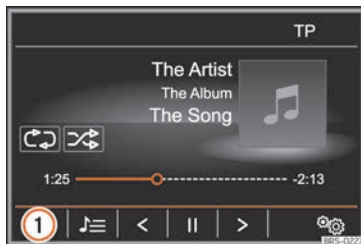

Abb. 212 Hauptmenü MEDIA.
- Im Hauptmenü **MEDIEN** die Funktionsfläche » Abb. 212 ① antippen und **AUX** wählen.